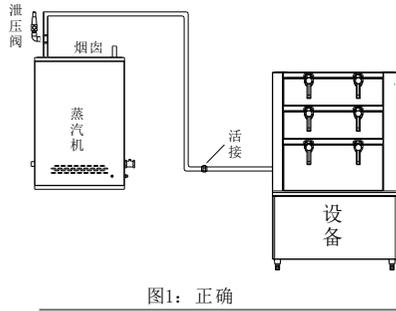

图1：正确
2. 蒸汽出口必须安装三通,上方安装安全阀(厂家配送)横出口装活接,便于今后维修,(如图中图1)定期保养时把安全阀卸下注入除垢剂。